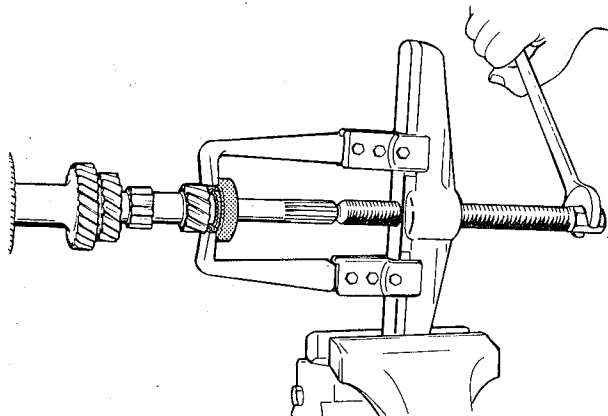

fig. 86
3. Remover o rolamento menor da árvore primária com um sacador de duas garras (fig. 86)